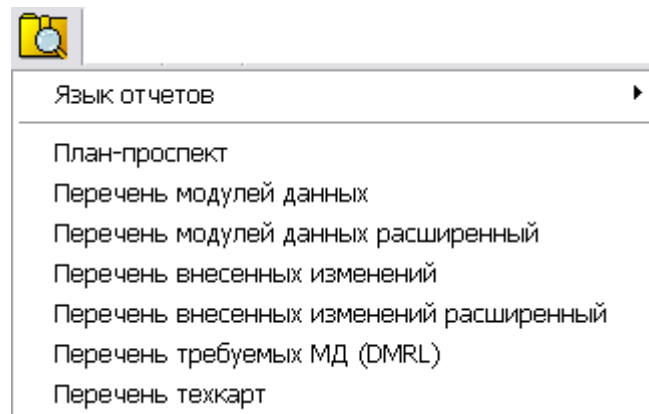

Рис. 8.11
4. На инструментальной панели в верхней части окна **Структура раздела** выберите инструмент **Отчеты** . После этого откроется выпадающее меню (рис. 8.11).